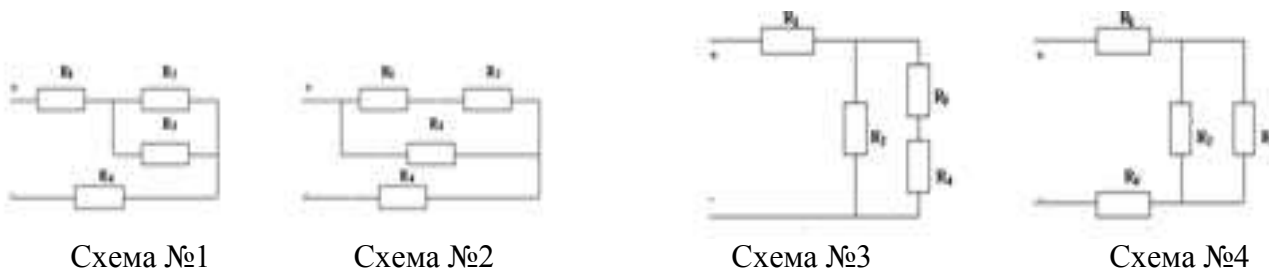

Рисунок 1 - Схемы к задаче №3
3. В цепи постоянного тока определить токи на всех элементах схемы (рис.1). Исходные данные вариантов приведены в таблице 6.